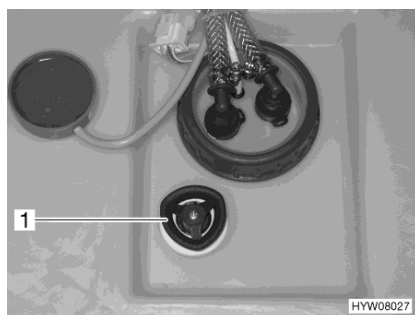

Bild 155 Vattentank med ratt
- Vrid ratten (Bild 155,1) på vattentanken medurs till stoppläget.
- Vrid ratten (Bild 155,1) på vattentanken moturs till motståndet. Vattnet rinner ut tills ca 20 liter är kvar.